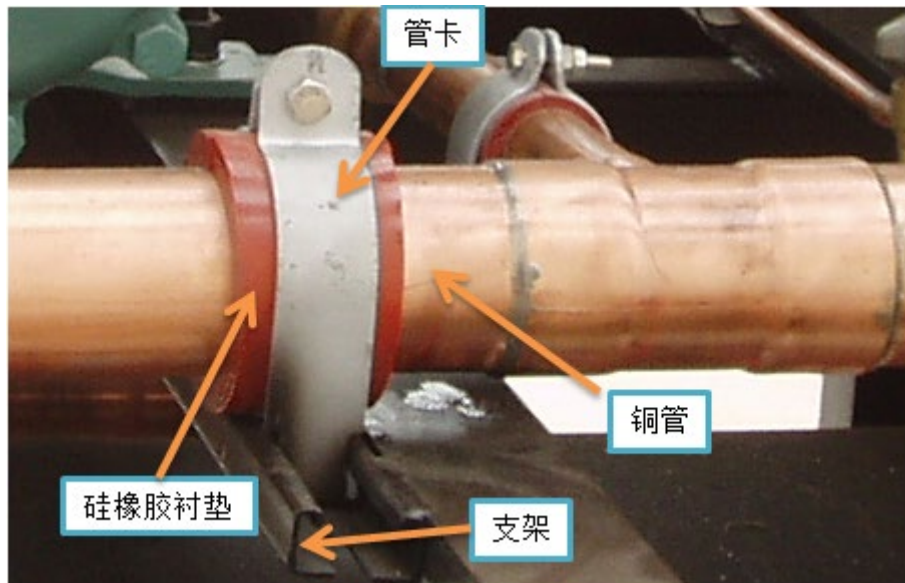

图 14 半固定管路支架
- 2.将冷凝器动力线根据正确编号接入电控箱中的冷凝器电机接触器，单台冷凝器的编号规则为:自接管位置起，逐渐升高;并排冷凝器的编号规则如图 14 所示